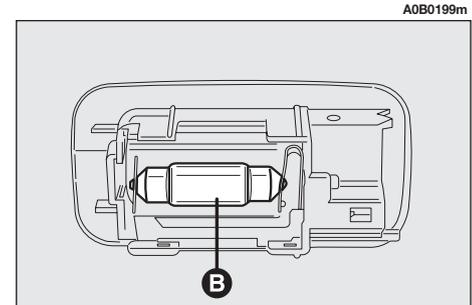

Abb. 59
- Die Lampe (**B, Abb. 59**) nach außen ziehen und von den Seitenkontakten befreien.